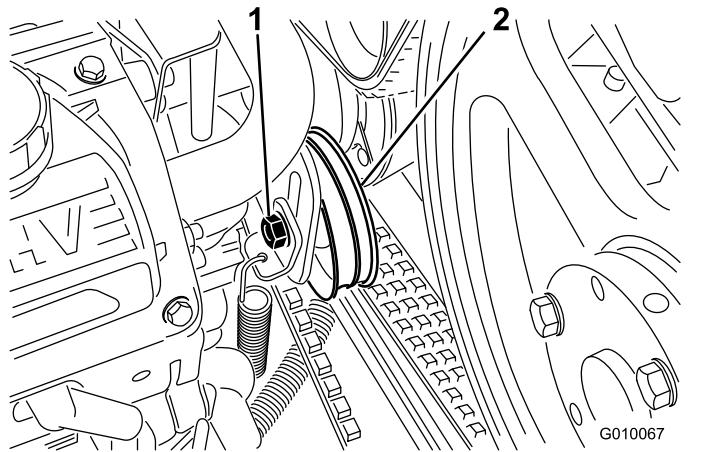

Bild 58
4. Lösen Sie die Spannschraube des Pumpenriemens so weit, dass sie im Einstellschlitz bewegen kann (Bild 58).